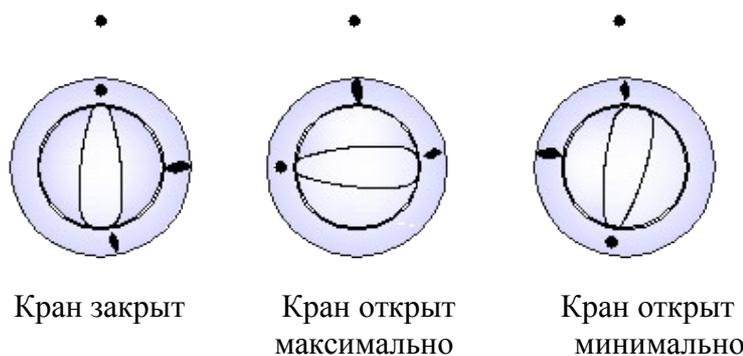

Рис. 5
✚ Нажмите на ручку крана и поверните ее против хода часовой стрелки до совмещения знака максимального открытия на ручке с меткой на панели управления (рис. 5).
7.1.3. Регулировку интенсивности горения рекомендуется производить дальнейшим поворотом ручки против хода часовой стрелки - при этом не произойдет случайного погасания горелки. При повороте до упора горелка будет работать на минимальном пламени (рис.5).
✚ нажать и повернуть ручку крана против хода часовой стрелки до совмещения знака максимального открытия на ручке с меткой на панели управления (рис. 5);